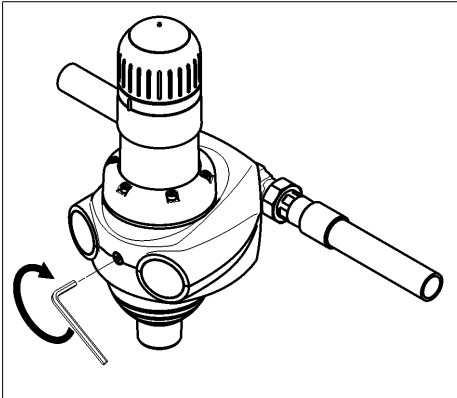

Abb. 5: Montage JPF-QC
- Die zentrale Schraube in der Frontseite mit einem Innen-Sechskantschlüssel festschrauben (siehe Abb. 5).